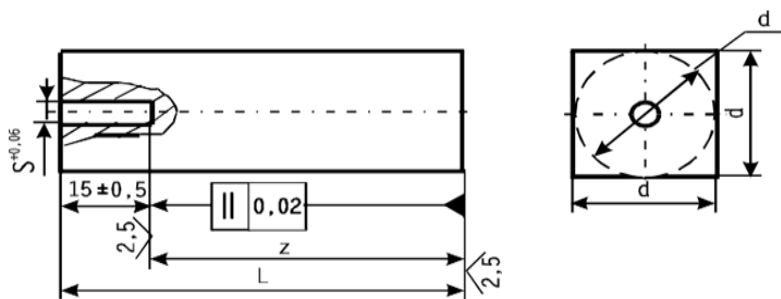

Рисунок 3.13 – СОП для определения мертвой зоны
3.7.2 Размер мертвой зоны можно определить с помощью СОПов с плоскодонными отверстиями (рис. 3.13) или же по АРД-диаграмме. В первом случае размером мертвой зоны считается минимальная глубина расположения отражателя в СОПе, при которой амплитуда эхосигнала от отражателя не менее, чем на 6 (12) дБ превышает уровень шумов. Во втором – х-координата точки пересечения линии, отстоящей на 6 (12) дБ вниз от линии АРД, соответствующей уровню фиксации (соответственно, браковочному уровню), с уровнем шумов. Здесь превышение на 6 или 12 дБ зависит
3.7.3 Для определения мертвой зоны по образцам необходимо иметь набор СОПов (рис. 3.13) с одинаковыми плоскодонными отверстиями, расположенными на глубинах $z = 3, 5, 7, 10, 15, 20, 30$ мм. Последовательно прикладывая ПЭП к образцам, необходимо следить за тем, чтобы амплитуда эхосигнала от плоскодонного отверстия превышала уровень шумов на 12 дБ, если размер плоскодонных отверстий соответствует браковочному уровню, или же на 6 дБ, если размер плоскодонных отверстий соответствует уровню фиксации. Минимальная глубина z , при которой выполнено это условие, и будет размером мертвой зоны ПЭП.